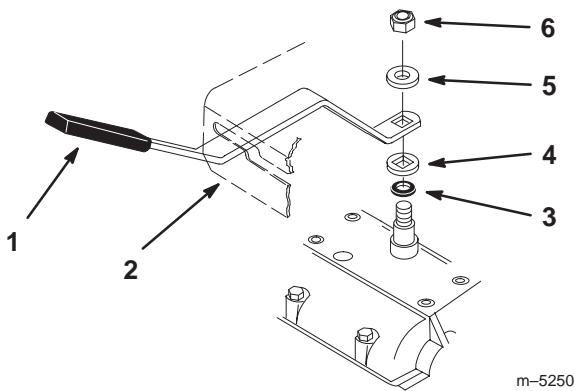

Figure 6
- Si ce n'est pas le cas, enlevez le levier et pliez-le légèrement pour le régler (Fig. 6).